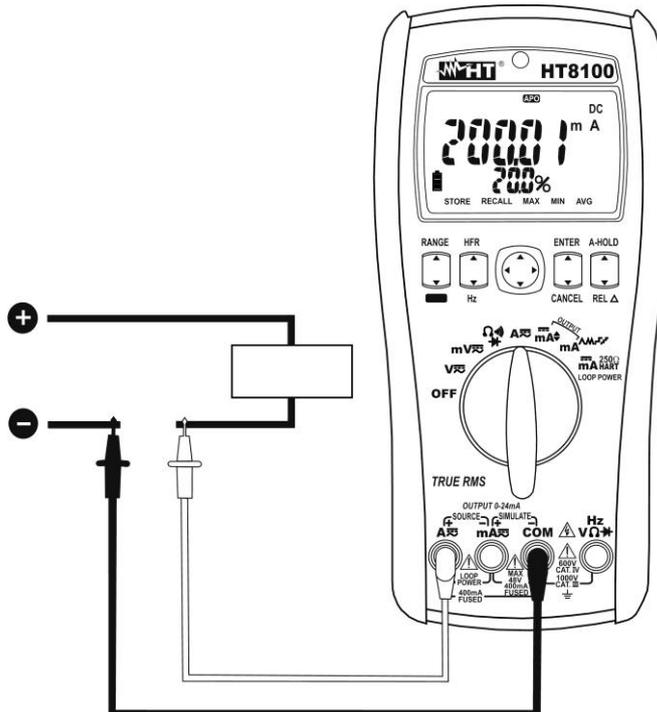

Abb. 4: Verwendung des Gerätes für Gleichstrommessung
5. Schalten Sie die rote und die schwarze Messleitung in Reihe mit dem Kreis, dessen Strom Sie messen möchten, und dabei achten Sie auf die Strompolarität und -richtung (siehe **Abb. 4** ~~Abb. 4~~).
8. Das Symbol "-" auf dem Display des Gerätes gibt an, dass der Strom die umgekehrte Richtung mit Bezug auf die Verbindung in **Abb. 4** ~~Abb. 4~~ hat.